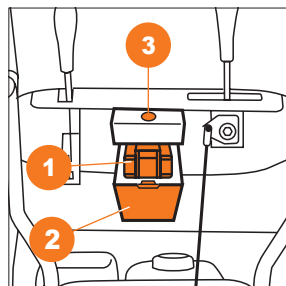

Рис. 18
- После подключения, поместить аккумулятор **1** в в разъем, закрыть крышку **2** и проверить работу электропакета **3** (Рис. 18).